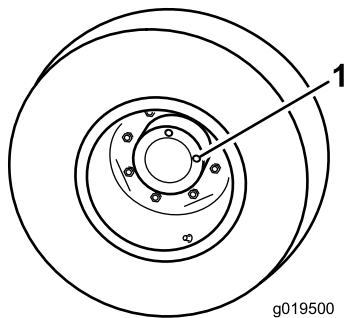

Figura 15
1. Con la máquina en una superficie nivelada, coloque la rueda con un tapón de verificación en la posición de las 12 y el otro en la posición de las 3 (**Figura 15**).
1. Tapón de verificación/drenaje (2)
2. Retire el tapón de la posición de las 3 (**Figura 15**).